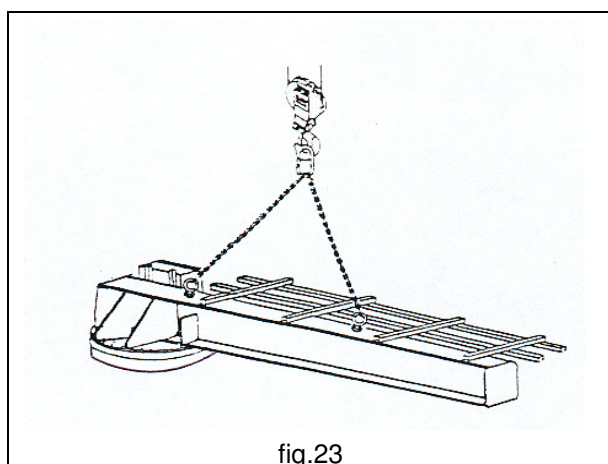

fig.23
3. Imbracare il braccio nei punti prefissati come indicato in (fig.23), e sollevarlo con i mezzi idonei allo scopo, ovvero gru a ponte o gru mobile e relative imbracature di portata e caratteristiche adeguate in relazione alla massa da movimentare, avendo cura di mantenere la trave di scorrimento orizzontale rispetto al suolo. Fare attenzione a non danneggiare il quadro elettrico di comando, l'impianto elettrico di alimentazione a festoni (canaline, cavi, ecc.) ed il motoriduttore di rotazione che, generalmente, sono già montati sul braccio.